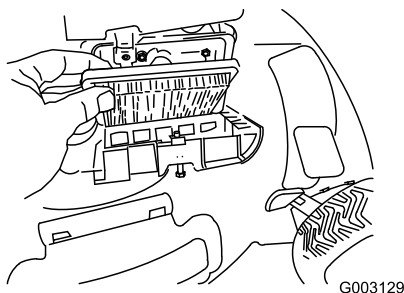

Bild 43
4. Setzen Sie die Abdeckung auf (Bild 43).